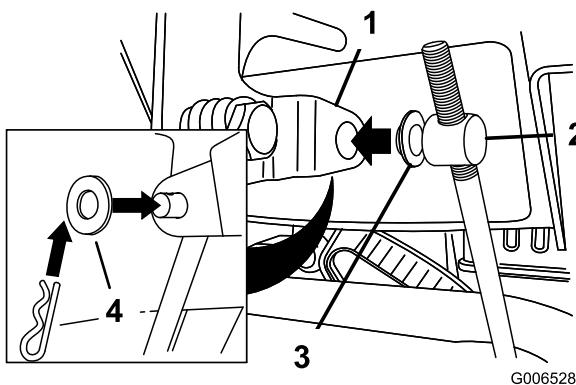

Figure 12
3. Retirez la goupille fendue et la rondelle extérieure du tourillon à l'extrémité supérieure de la tige de commande de vitesse (Figure 12).
**Remarque:** Pour faciliter l'installation, laissez la rondelle plate sur le tourillon (Figure 12).
6. Soulevez la tige de commande de vitesses et insérez le tourillon dans le trou du levier sélecteur de vitesses (Figure 12).
- B. Retirez le tourillon du sélecteur de vitesses (Figure 12).
- C. Tournez le tourillon vers le bas (sens horaire) sur la tige de commande de vitesse (Figure 12).
- D. Remettez le tourillon sur le sélecteur de vitesses (Figure 12).
- C. Tournez le tourillon vers le haut (sens antihoraire) sur la tige de commande de vitesse (Figure 12).